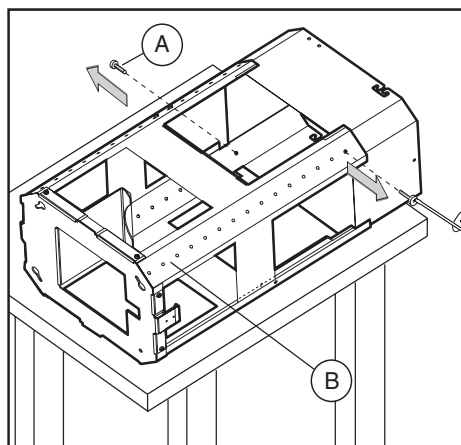

Fig.2
- Prendere la struttura dall'imballo e togliere le 2 viti **A** per separare la parte superiore da quella inferiore (fig.2).